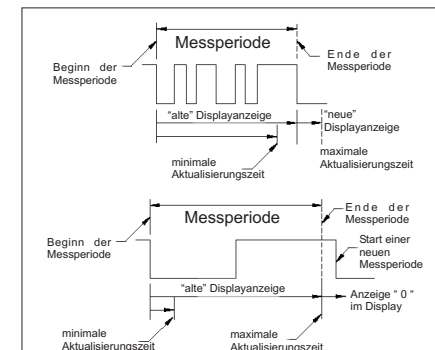

Bild 7.2: Aktualisierungszeiten
1) Der PAXI ermittelt die Eingangsfrequenz durch Aufsummierung der fallenden Impulsflanken während einer Messperiode. Die Messperiode beginnt bei der ersten auftretenden fallenden Flanke und endet bei der programmierten minimalen Aktualisierungszeit. Innerhalb dieser Zeit werden die auftretenden fallenden Flanken summiert. Die Messperiode wird durch eine fallende Flanke nach dem definierten Ende der Messzeit beendet, der ermittelte Wert wird angezeigt und die neue Messperiode gestartet. Bei Fehlen einer fallenden Flanke zwischen der minimalen und maximalen Aktualisierungszeit wird der Wert "0" angezeigt. (Siehe Bild 7.2)